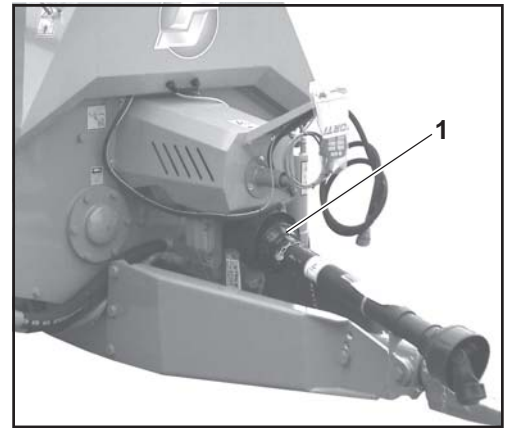

fig.1
- 8) de cardan plaatsen (1fig.1) op de aftakas.